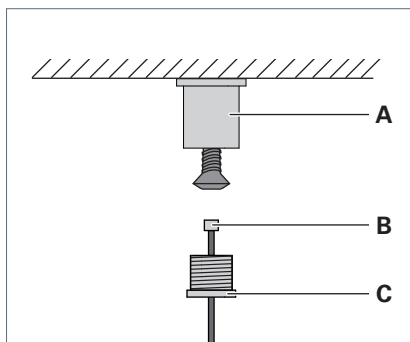

Fig. 2: Monter la fixation pour plafond.
- ▶ Vissez au plafond la douille **A** en utilisant une vis appropriée, voir Fig. 2.